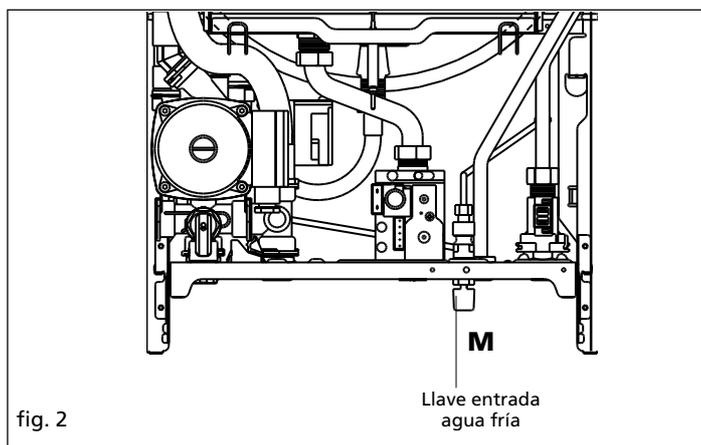

fig. 2
Para reactivar el funcionamiento, abrir la palanca de la llave de entrada agua fría (M) (fig. 2) hasta que los dos led se apaguen, y el termohidrómetro indique valores de presión incluidos entre 1,5 y 2.